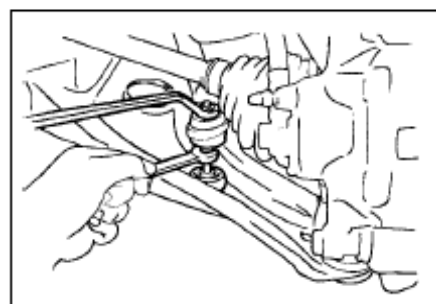

Рис. 120
(1) Открутите гайку, удерживая болт от проворачивания гаечным ключом на 10 мм.(рис. 120)
(2) Снимите две манжеты, шайбы и снимите передний стабилизатор